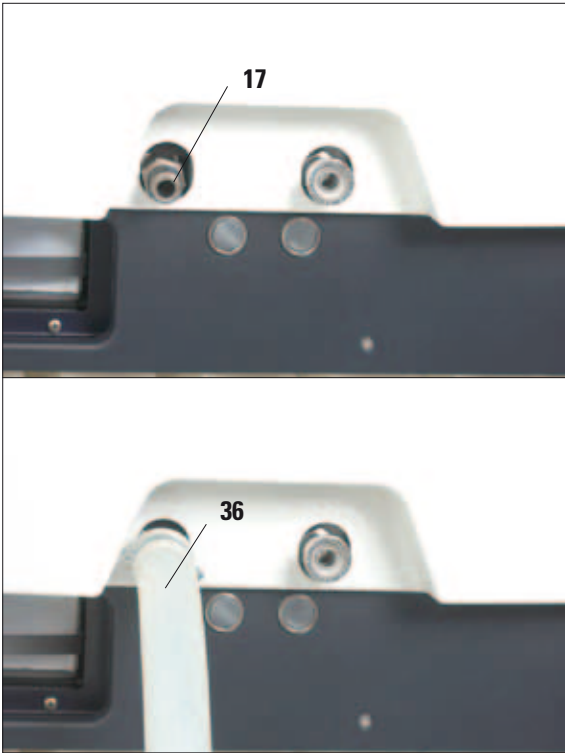

图 55
- 连接石蜡排液软管 (36) 至仪器正面 (图 55) 的石蜡排液接头 (17) 并将软管未固定端插入收集容器。